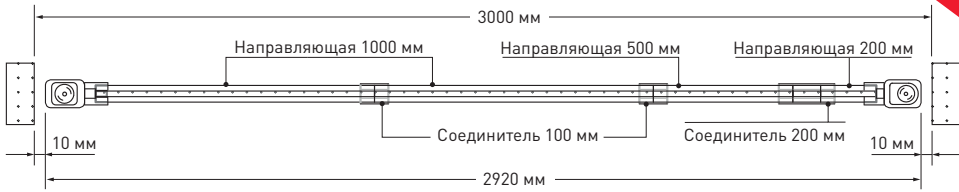

Рис. 3. Пример сборки направляющей длиной 2.92 м
2.4. Варианты сборки направляющих на примере арт. 048756 представлены на рис. 3 и 4.